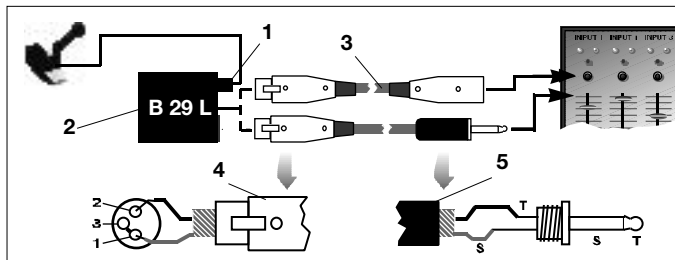

Abb. 3: Anschluss-Schema mit B 29 L
2.3 C 418^{III} L 2.3.1 Anschluss mittels B 29 L Siehe Abb.3.
Siehe Abb. 3. 2. Verbinden Sie das B 29 L (2) mit dem gewünschten Eingang.